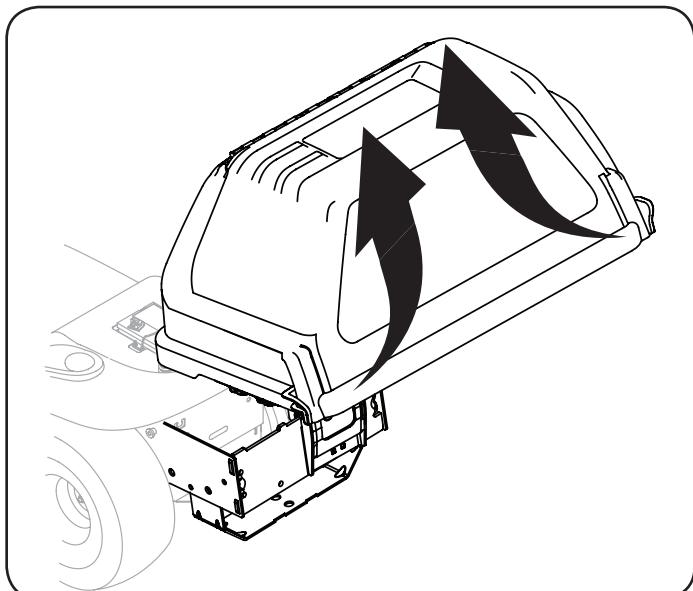

Figure 17
6. Ouvrez le couvercle de l'ensacheuse en appuyant sur les languettes et en soulevant le couvercle supérieur du sac de ramassage. Consultez la Figure 17.